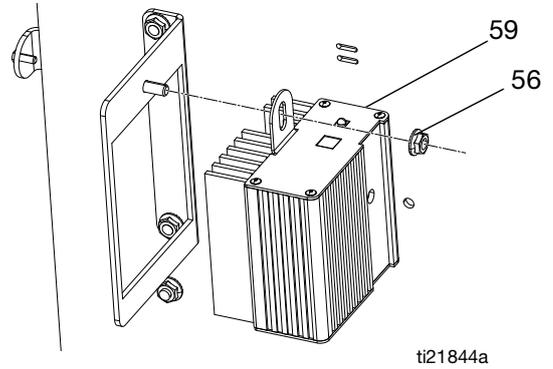

图 13
3. 拆下加热器护罩 (90) 和电子设备罩 (55)。参见图 13 (第 46 页)。
4. 旋松并卸下温度控制模块支架安装紧固件 (56)。向上移动控制模块并移开以接触热电偶。
- a. 从热电偶端头 (TT) 取下保护胶带。
- b. 给外螺纹缠上 PTFE 带并涂抹螺纹密封剂, 然后将热电偶外套 (TH) 拧入转换接头 (305) 内。
- c. 将热电偶 (310) 向里推, 使其端头 (TT) 接触到加热元件 (307)。
- d. 将热电偶端头 (TT) 顶在加热元件上, 将套圈螺母 (FN) 拧紧, 然后再拧 1/4 圈。
9. 如前述操作, 将接线 (TW) 穿过手推车并穿入线束。将接线重新连接到电路板上。
10. 更换加热器护罩 (90) 和电子设备罩 (55)。参见图 13 (第 46 页)。
11. 同时接通加热器 ISO 和 RES 进行测试。两者的升温速度应当相同。如果一个加热器的加热速度低, 可松开套圈螺母 (FN) 并紧固热电偶外套 (TH), 使热电偶端头 (TT) 接触到加热元件 (307)。